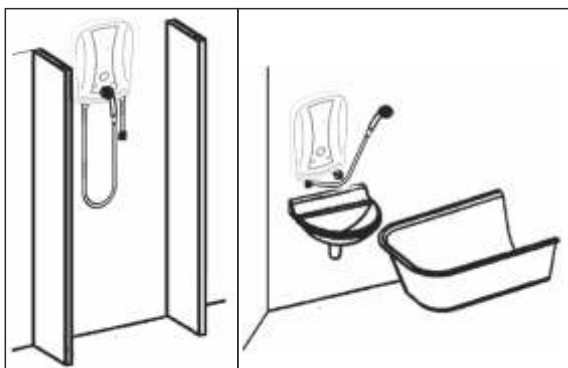

Рис. 2
5. Варианты возможной установки водонагревателя представлены на рис.2.